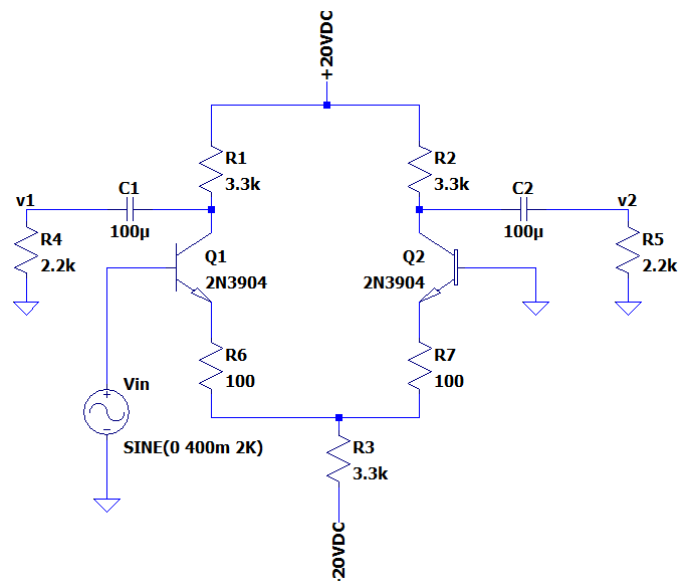

Figura 1. Amplificador diferencial con estabilidad en la ganancia.
4.2 Analizar el circuito de la Figura 1 y realizar los siguientes literales:
- Realizar la simulación en LTSpice del circuito de la Figura 1, comprobar las ganancias calculadas y obtener los voltajes y corrientes de polarización.